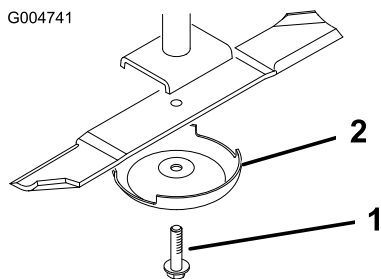

Bild 112
3. Entfernen Sie die Messerschraube, die Antiskalpierkuppe und das Messer von der Spindelwelle (Bild 112).